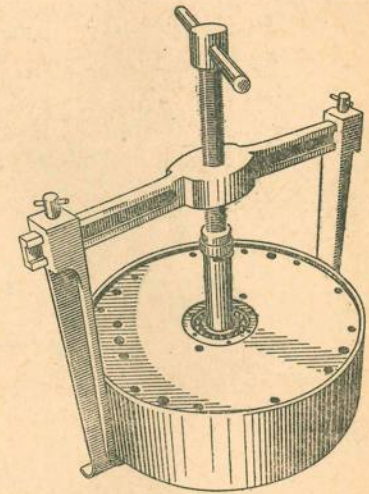

Рис. 90. Выпрессовка ведущего валика бортового фрикциона при помощи приспособления
3. Установить на фрикцион съемник для выпрессовки ведущего валика 5 с неподвижной поводковой коробкой и выпрессовать его из шлицевого отверстия внутреннего барабана 1 (рис. 90).